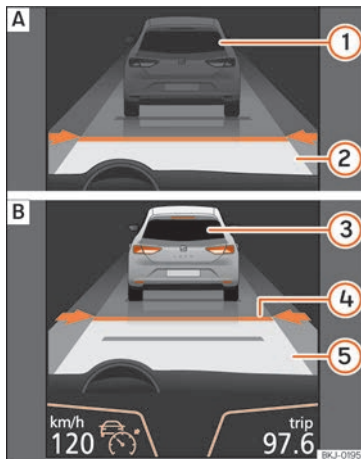
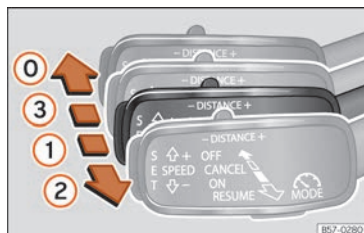
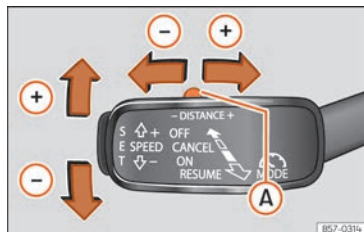

Fig. 259 En la pantalla del cuadro de instrumentos: (A) ACC inactivo (Standby). (B) ACC activo.
Fig. 261 A la izquierda de la columna de la dirección: tercera palanca para manejar el control adaptativo de velocidad.
Fig. 262 A la izquierda de la columna de la dirección: tercera palanca para manejar el control adaptativo de velocidad.
Indicaciones en la pantalla »» fig. 259:
Cuando el control adaptativo de velocidad (ACC) está conectado, en el cuadro de instrumentos se ilumina el testigo de control verde (E) y en la pantalla se muestra la velocidad programada y el estado del ACC » fig. 259.
de cruceo del vehículo y activar el ACC, pulse la tecla SET » fig. 262. En caso de que se desee incrementar o disminuir la velocidad en intervalos de 1 km/h (0,6 mph), desplace la palanca hacia la posición ② » fig. 261 o pulse la tecla SET respectivamente.
La velocidad programada puede modificarse con el vehículo detenido o durante la conducción según se desee. Cualquier modificación en la velocidad programada se visualizará en la parte inferior izquierda de la pantalla del cuadro de instrumentos » fig. 259.
Para aumentar o reducir el nivel de distancia pulse la tecla basculante hacia la derecha/izquierda » fig. 262 (A).
- Para activar el ACC, con la tercera palanca situada en la posición ① se debe pulsar la tecla SET o se debe desplazar la tercera palanca del ACC hasta la posición ② » fig. 261. En ese momento la imagen del ACC en la pantalla del cuadro de instrumentos pasará a modo Activo » fig. 259.
Para desconectar el ACC desplace la palanca a la posición ③ » fig. 261 [encastrada]. En ese momento aparece el texto ACC desactivado y la función queda completamente desactivada.
Si no se desea desconectar el ACC sino pasarlo de forma temporal a modo inactivo (Standby), desplace la tercera palanca a la posición ③ » fig. 261 o pise el pedal del freno.